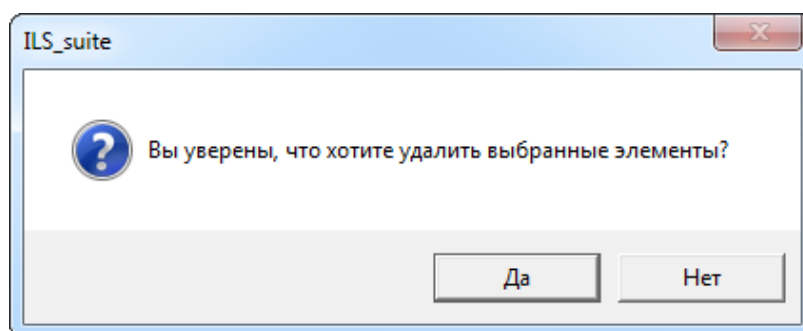

Рис. 13-68 – Диалоговое окно при удалении ресурса
5) В открывшемся диалоговом окне нажать «Да» для подтверждения действия (рис. 13-68).